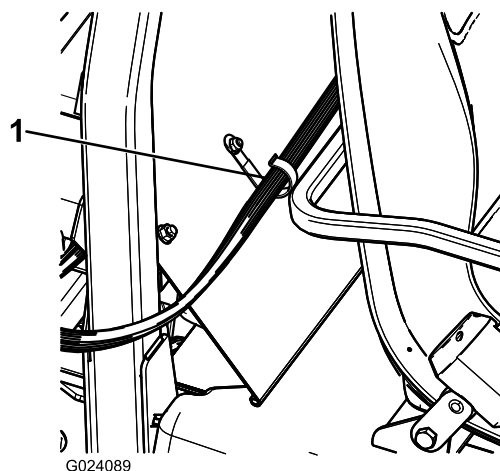

Figure 21
- À l'aide d'un boulon ($\frac{1}{4} \times \frac{1}{2}$ ") et d'un écrou à embase ($\frac{1}{4}$ "), fixez un clip en J derrière le siège du passager (Figure 21).
- À l'aide des clips en J, fixez le faisceau de câblage du boîtier de commande à la console et au couvercle de la structure ROPS (Figure 21).